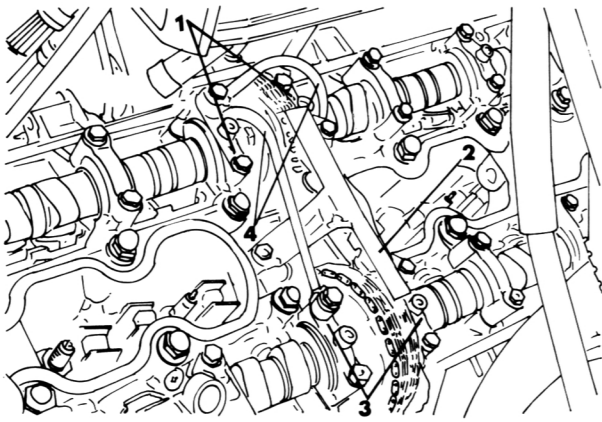
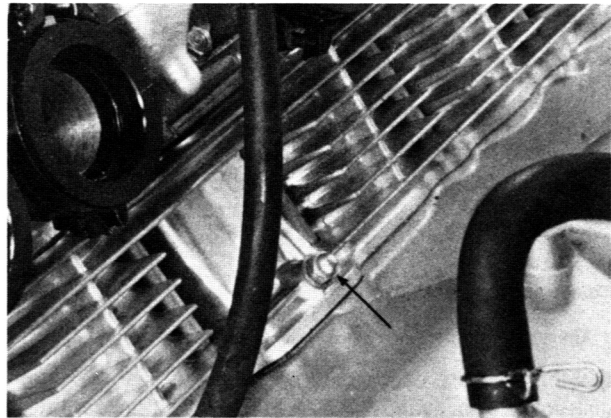

Bild 30
Bild 31
- Unter Bezug auf Bild 30:
- Die Ölleitungen (4) und die Steuerkettenführung (2) entfernen.
- Die Kontermutter des hinteren Steuerkettenspanners lösen (Bild 31).